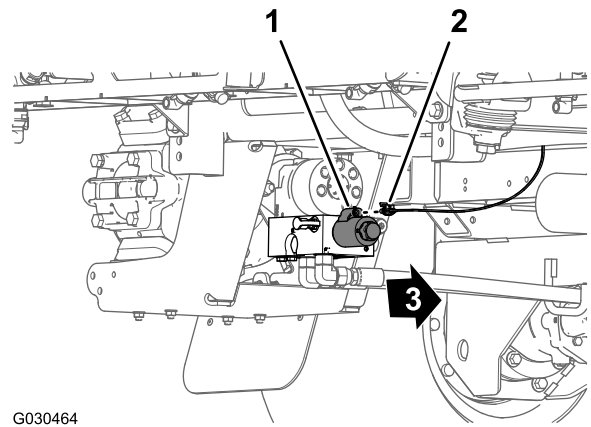

Figure 25
5. À l'arrière de la machine, du côté intérieur de la pompe de pulvérisation, débranchez le connecteur à 2 douilles sur le faisceau arrière du connecteur à 2 broches du relais de la pompe (Figure 25).